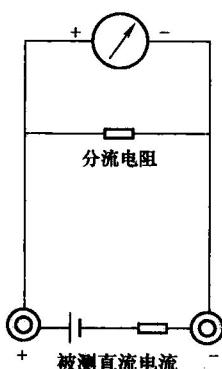

图1-4 测量直流
(1) 测量直流电流。测量直流电流时，在表头上并联一个适当的电阻器（叫分流电阻器）进行分流，就可以扩展电流量程。改变分流电阻器的阻值，就能改变电流测量范围，如图1-4所示。